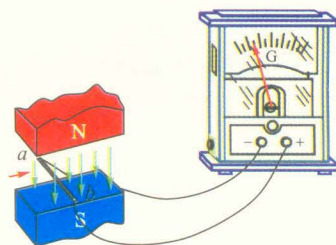

图 1-4-2 闭合电路的部分导体在磁极间左右运动
2. 按图 1-4-2 所示连成电路，图中 G 为电流计， ab 为一段直导线，观察导体 ab 在匀强磁场中向左和向右运动时电流计指针偏转的方向；然后再将匀强磁场的方向反过来，重复上述过程，分析磁场方向、导体切割磁感线运动方向和感应电流方向之间的关系。
在图 1-4-2 的情形中，导体 ab 向右运动时，回路中的电流沿顺时针方向，在 ab 段电流从 b 流向 a ；导线 ab 向左运动时，回路中的电流沿逆时针方向，在 ab 段电流从 a 流向 b 。